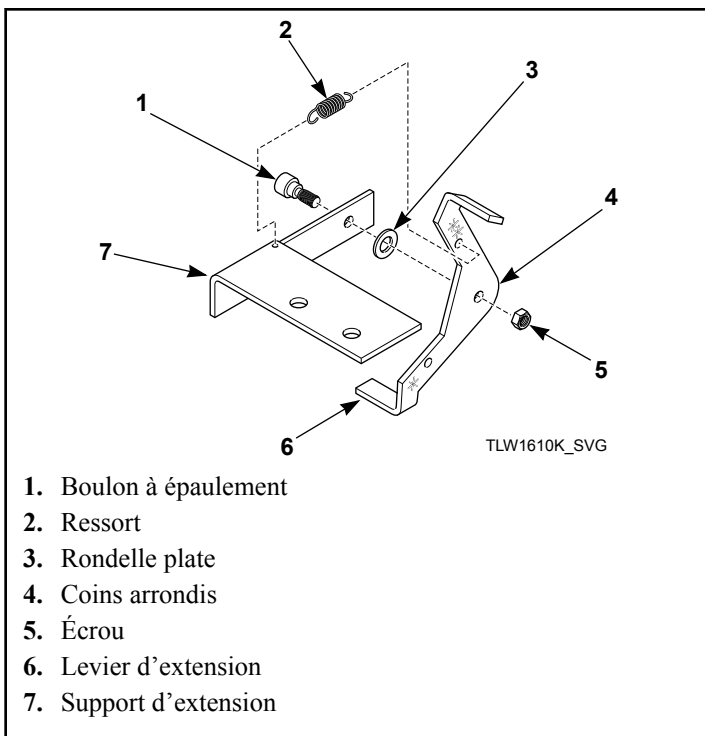

Figure 29
3. Fixer le levier d'extension à l'équerre d'extension à l'aide du boulon à épaulement, de la rondelle plate et de l'écrou, en plaçant le coin arrondi du levier à l'opposé de l'équerre. Se reporter à la *Figure 29*.
4. Fixer le ressort à l'équerre d'extension en orientant le crochet vers le bas. Fixer l'autre extrémité du ressort au levier d'extension en orientant le crochet vers la gauche lorsqu'on fait face à l'unité. Se reporter à la *Figure 29*.